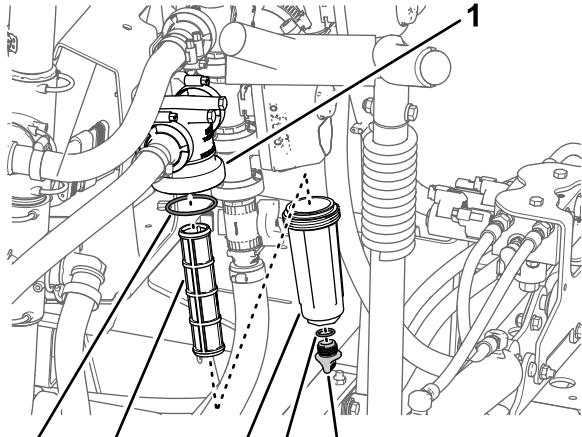

図 56
2. 圧力フィルタの下に受け容器をおく図 56。
3. 圧力フィルタのボウルについているドレンキャップを左に回して外す 図 56。
4. ボウルを左に回してフィルタヘッドを外す 図 56。
5. 圧力フィルタエレメントを外す 図 56。
7. ドレンプラグのガスケットボウルの内側とボウルのガスケットフィルタヘッドの内側に傷や破損がないか点検する 図 56。
8. 圧力フィルタエレメントをフィルタヘッドに取り付ける 図 56。
9. フィルタヘッドにボウルを取り付けて手締めする 図 56。
10. ボウルの底部のフィッティングにドレンキャップを取り付けてキャップを手締めする 図 56。